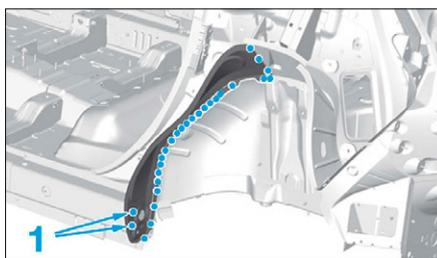

FIG. 195
- Souder par points bouchons MAG en (1) (Fig.195).